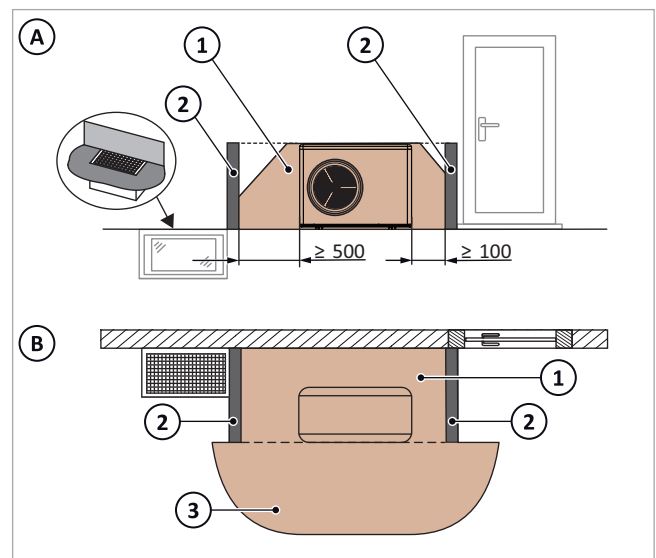

Abb. 15: Reduzierter Schutzbereich mit gasundurchlässiger Trennwand bei Solvis-Wärmepumpen (R290) frontal (A) und von oben (B)
Die Höhe der Trennwand muss mindestens bis zur Oberkante der Wärmepumpe reichen (vgl. → Abb. 15 (A)). Die Tiefe der gasundurchlässigen Trennwand muss mind. der Tiefe der Wärmepumpe entsprechen (vgl. → Abb. 15 (B)). Zusätzlich die Mindestabstände für Montage- und Wartungsarbeiten der jeweiligen Solvis-Wärmepumpe beachten.